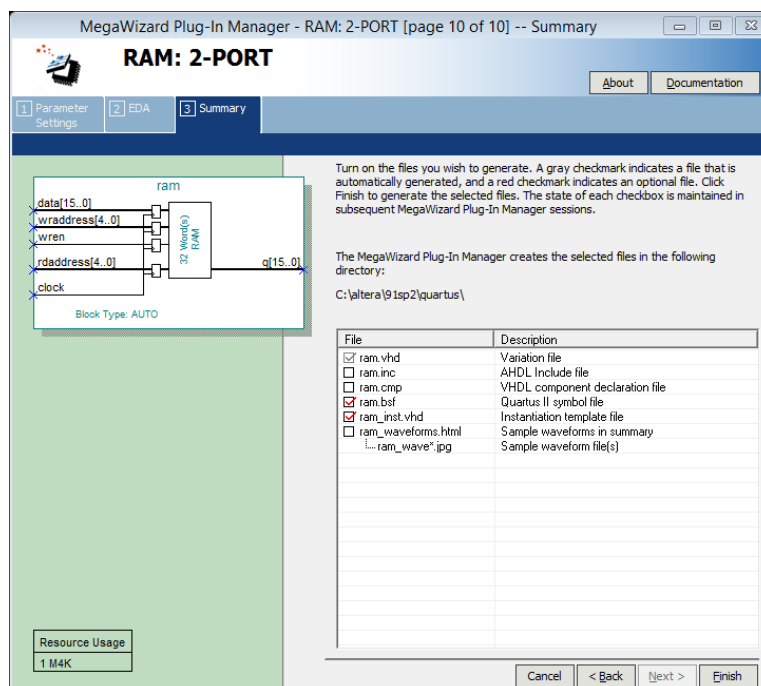

Рис. 22. Кінцевий етап створення мегафункції ram.
2.2.8. На наступній сторінці відображається файл **altera_mf**, який необхідний для моделювання цієї мегафункції з допомогою сторонніх САПР. Натисніть **Next**. На кінцевому етапі (рис. 22) обираються файли для створення мегафункції **ram**, котрі були обрані для мегафункції у пункті 2.1.10. Натисніть **Finish**.